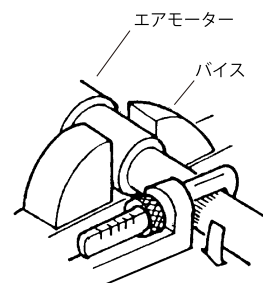

Fig.7
- 3) エアモーター本体部をバイスで固定し、サクシオンチューブのローレット部にパイプレンチを掛け、ねじ戻し外してください。(Fig.7)